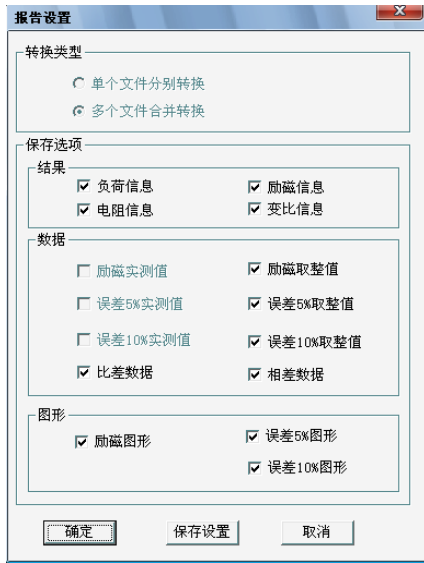

图 3.5 单个文件分别转换报告设置界面
- 1、选择文件：用鼠标选择单个文件，**按住 ctrl 键**可以选择多个试验文件，或按**全选**选择所有文件，再点击**生成报告**，弹出**报告设置**对话框如图 3.5。